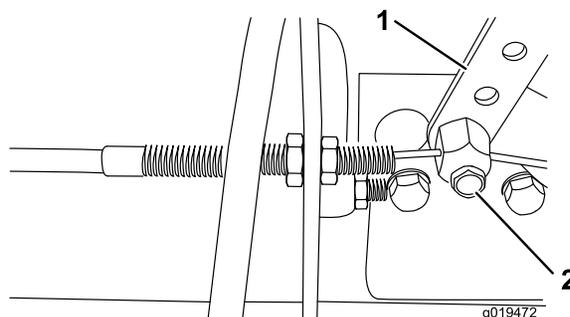

図 56
2. インジェクションポンプのレバーアームの所にあるスロットル ケーブルのコネクタをゆるめる (図 56)。